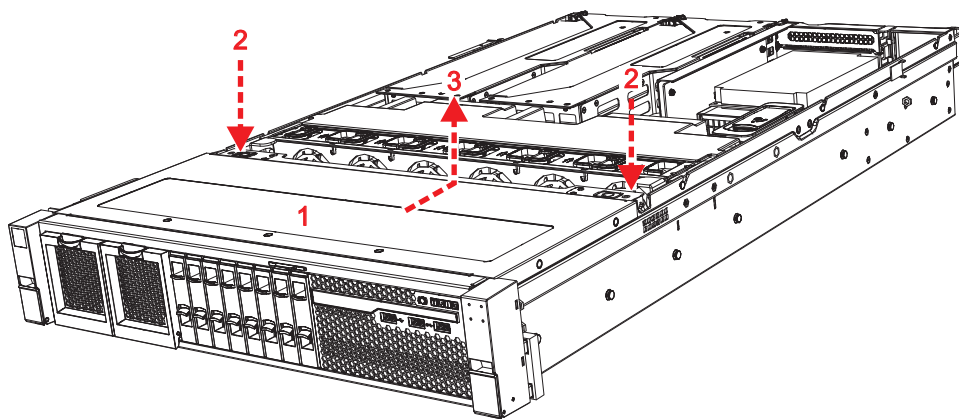

図 73. 2145-SV1 背面カバーの取り外し
5. 図 73 に示すように、リリース・ラッチを持って背面カバーの後部の端を持ち上げます。